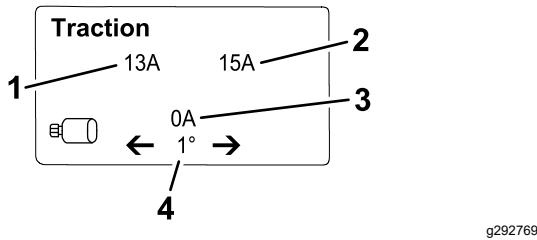

Рисунок 23
- Экран информации о тяговом приводе** (Рисунок 23) показывает текущий угол поворота рулевого колеса и силу тока, выделенную для каждого тягового двигателя.